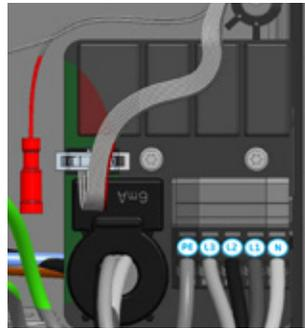

Figure 8b: Alimentation des bornes de raccordement et connecteur Control Pilot (CP) pour câble de charge (rouge) à Pro-line
10. Connectez le connecteur Control Pilot (CP) au câble de raccordement rouge. Celui-ci se trouve à côté de la borne de raccordement des câbles d'alimentation. Voir également 8a (S-line) et figure 8b (Pro-line).